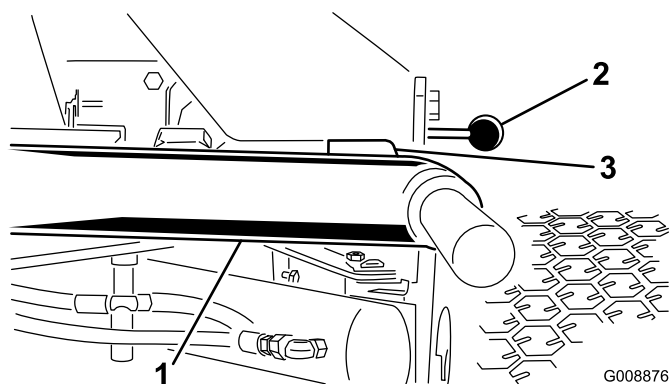

Bild 10
1. Starten Sie den Motor, heben die Mähwerke an und prüfen, ob der Abstand zwischen jedem Hubarm und dem Bügel auf der Bodenplatte zwischen 5 und 8 mm liegt (Bild 10).